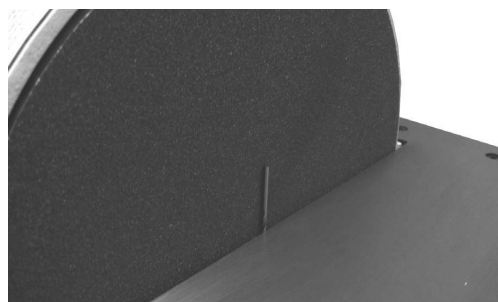

Fig. 05
4. Bruk et 1/16"-bor som distansevisere. Plasser bor mellom skiven og den indre kanten av bordet. Hold bordet mot 1/16"-boret og spenn til de fire sekskantboltene. (Se fig. 05.)